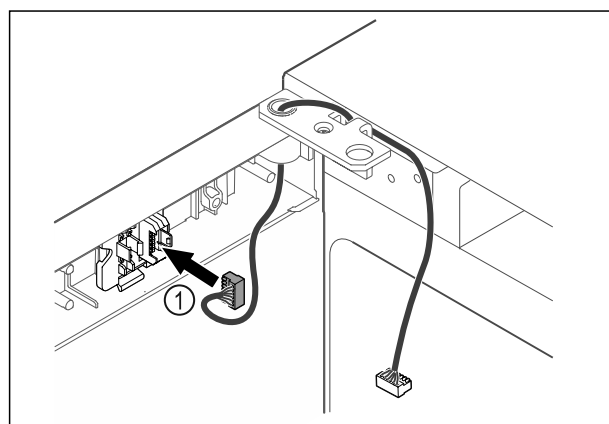

Fig. 54
- Enchufar el conector Fig. 54 (1) en su soporte.